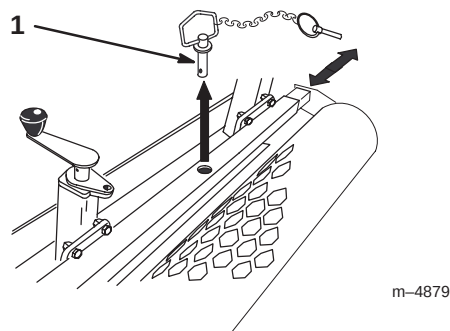

Figure 6
1. Retirez la goupille située au centre de la barre de support du rouleau (Fig. 6).
2. Faites glisser le rouleau à la position voulue (Fig. 6).